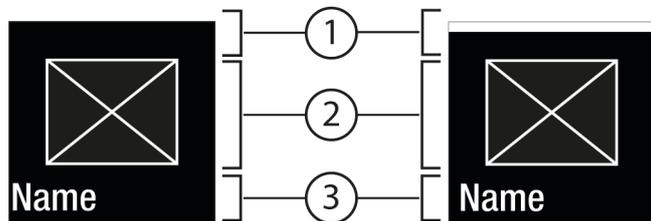
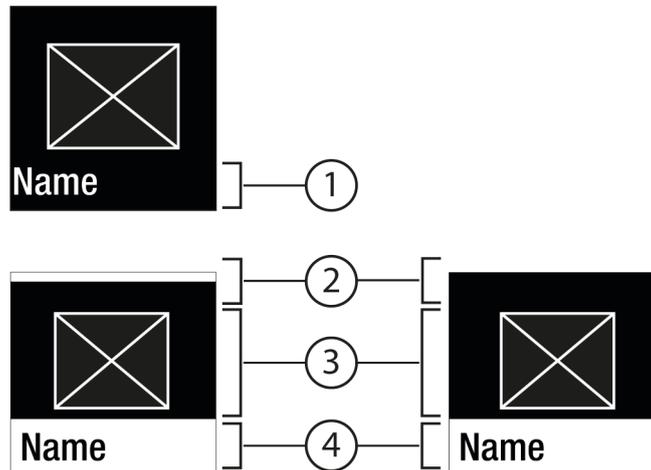

Fig. 6
Fig. 7
- S tipko za potrditev Fig. 5 (2) priključite podmeni Fig. 7 (4).
- Nastavitev nove vrednosti: S tipko za potrditev Fig. 5 (2) izberite deaktivirano vrednost Fig. 6 (1).
- Nazaj v meni: S tipko za potrditev Fig. 5 (2) izberite že aktivirano vrednost Fig. 6 (2).
- ▷ Stanje: aktivirano *Fig. 6 (1)* se na kratko pokaže v podmeniju *Fig. 7 (4)*.